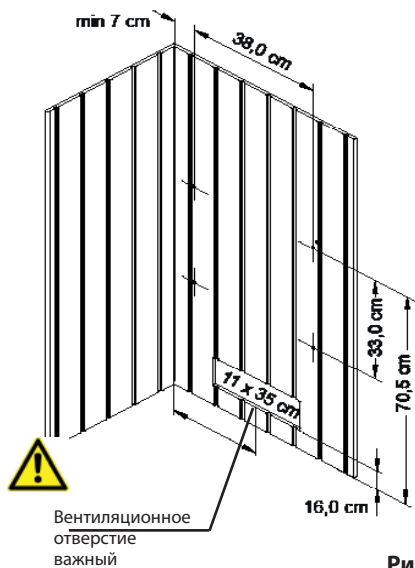

Рис. 2
1. Вернуть 4 крепежных винта согл. рис. 2 над воздухозаборным отверстием в стене парной так, чтобы между стеной и головкой винта оставалось прибл. 3 мм.